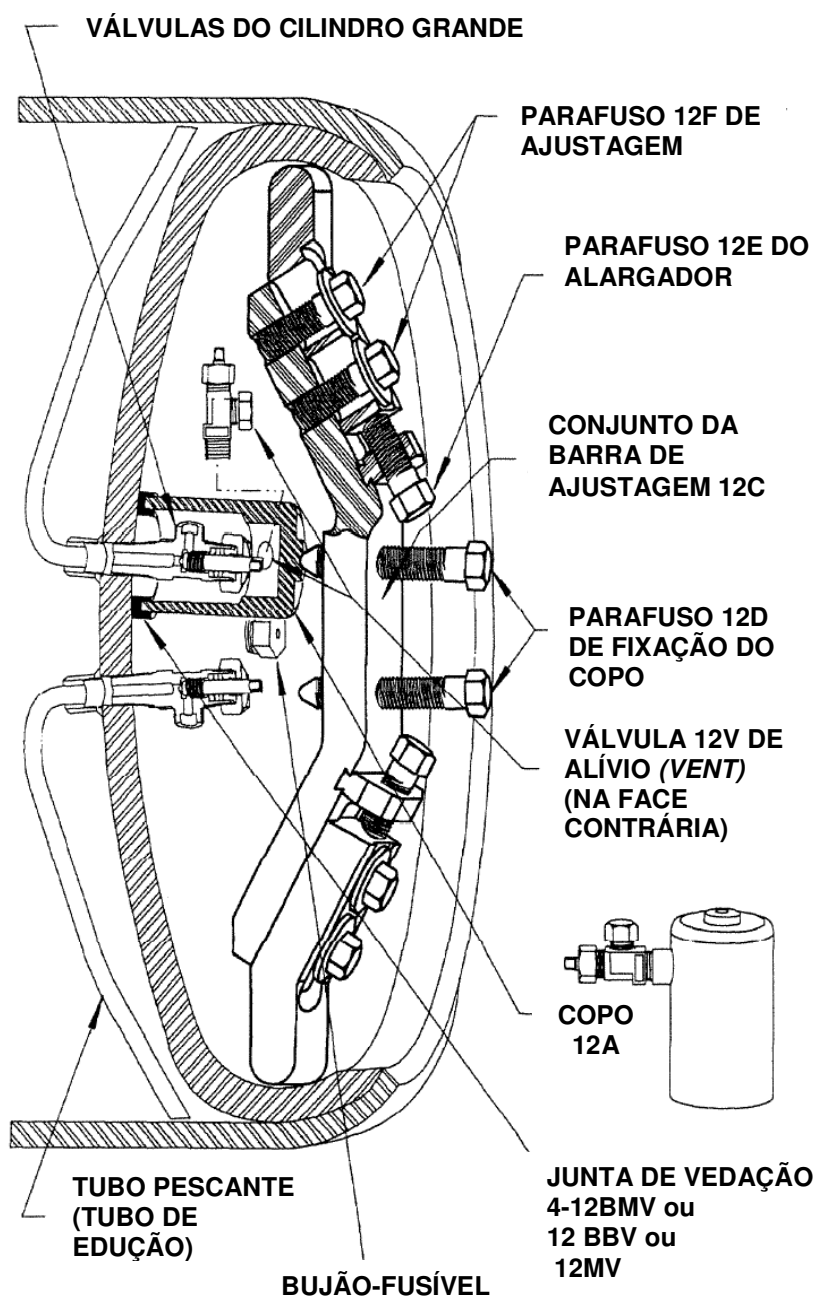

Fig. 4.1
- D) Se a ação não estancar o vazamento: aplicar o Dispositivo 12 – Montagem do Copo da Válvula. Ver Seção 4 e Fig. 4.1.
- C) Se a ação não estancar o vazamento: aplicar o Dispositivo 12 – Montagem do Copo da Válvula. Ver Seção 4 e Fig. 4.1.
PASSOS – Ver Fig. 4.1	Equipamento